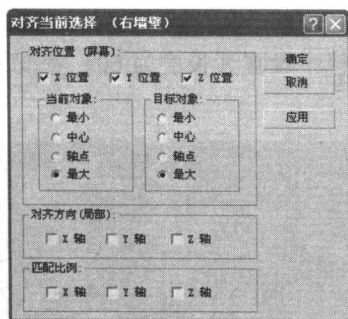
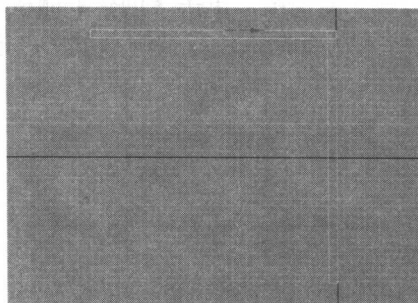

图 1-3 【对齐当前选择（右墙壁）】对话框
图 1-4 墙壁对齐后的效果
Step 4 确认新创建的长方体处于被选择状态,单击主工具栏中的  按钮,然后在顶视图中单击“右墙壁”,在弹出的【对齐当前选择(右墙壁)】对话框中,如图 1-3 所示进行设置,然后单击【确定】按钮,将这两个长方体对齐,如图 1-4 所示。